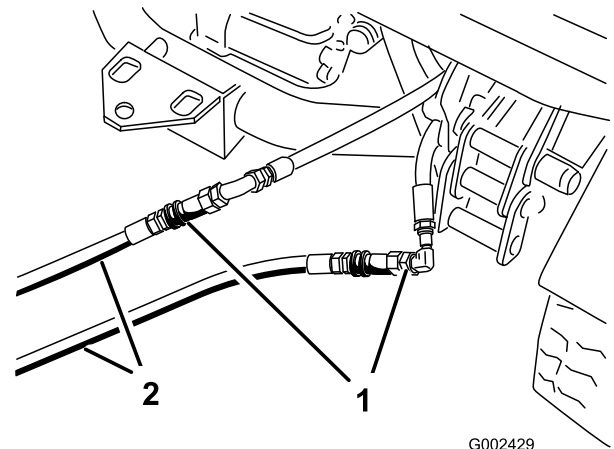

Figure 72
3. Sur le véhicule en panne, raccordez les deux flexibles de secours aux flexibles débranchés (Figure 72). Obturez les deux raccords inutilisés.